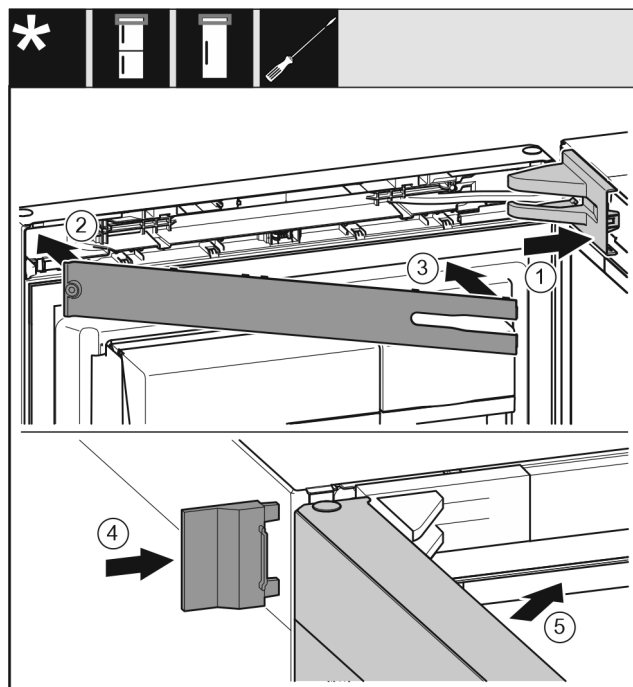

Fig. 53
- Nasadte a zaklapněte kryt stojanu ložiska Fig. 53 (1), příp. opatrně přitlačte od sebe.
- Nasadte záslepku Fig. 53 (2).
- Záslepka Fig. 53 (3)
- Vnější kryt Fig. 53 (4) nasuňte.
- Zavřete horní dveře Fig. 53 (5).